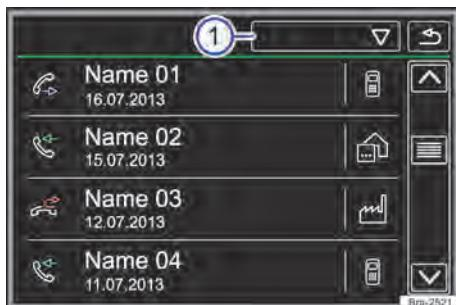

Fig. 128 Menu Chamadas (listas de chamadas).
Tocar na superfície de função → Fig. 128 ①.